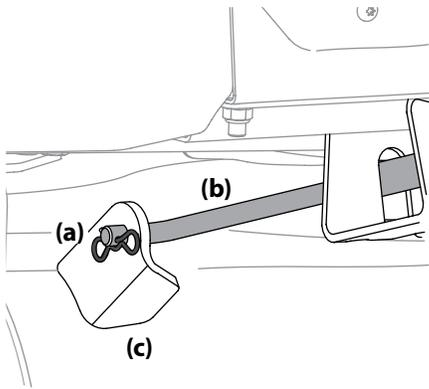

Figura 4-11
6. Tire del pasador de chaveta (a) hacia afuera de la varilla de elevación delantera (b) de la plataforma que la sujeta a la plataforma. Consulte la Figura 4-11. Deslice la varilla de elevación de la plataforma de la ménsula de suspensión frontal (c).
6. Vuelva a instalar la varilla de elevación delantera de la plataforma y sujétela en su lugar con el pasador de chaveta. Consulte la Figura 4-11.